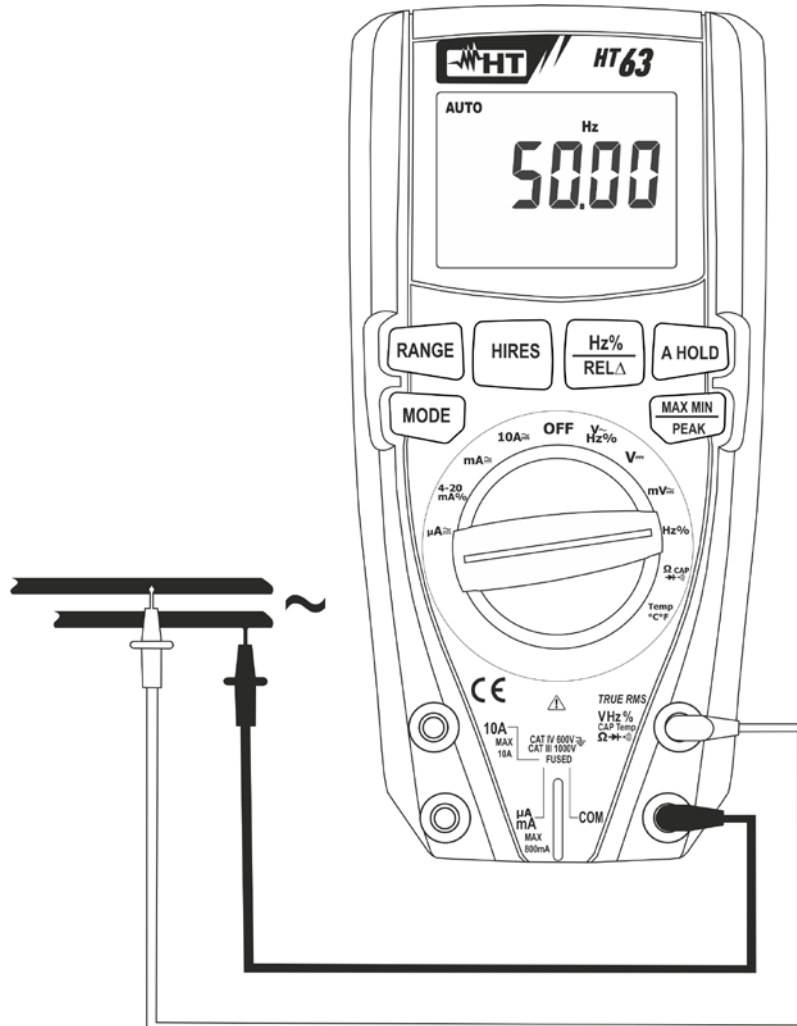

Fig. 4: Uso do instrumento para a medição de Frequências e Ciclo de Trabalho (Duty Cycle)
4. Colocar a ponteira vermelha e a ponteira preta respetivamente nos pontos do circuito em exame (ver Fig. 4). O valor da frequência (Hz) ou Ciclo de Trabalho (Duty Cycle) (%) é apresentado no display. A barra gráfica não está ativa nestas funções